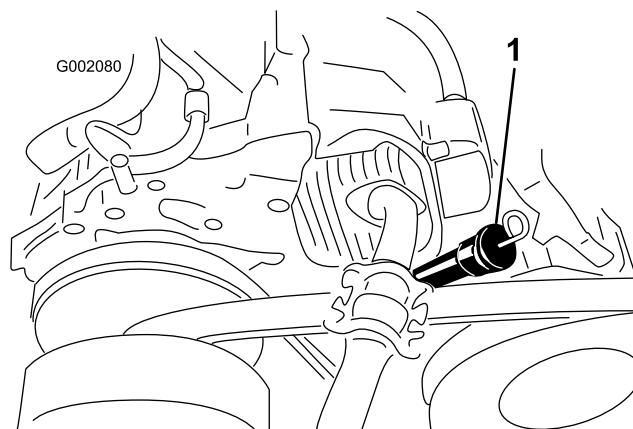
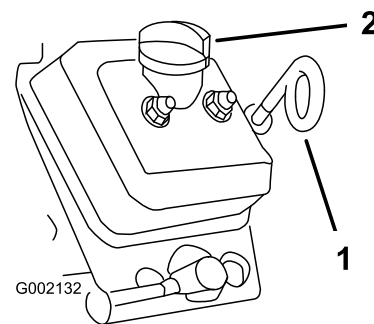

Bild 10
Bild 11
2. Reinigen Sie den Bereich um den Ölpeilstab (Bild 10 für Modellnummer 07266TC und 07229 und Bild 11 für